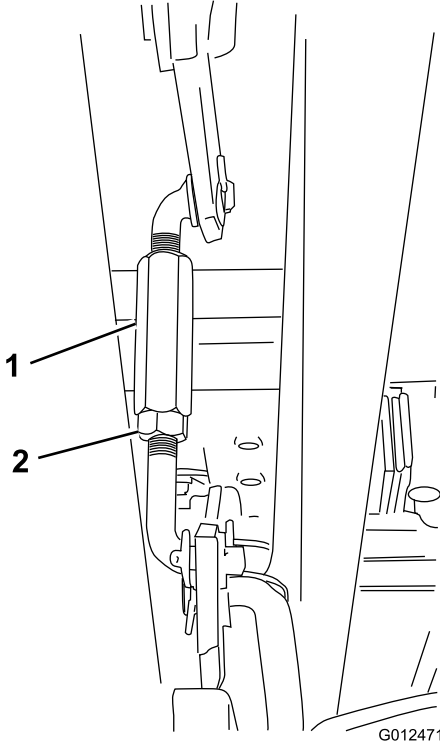

Bild 47
8. Lösen Sie die Klemmmutter am Ende der Spannschraube (an der rechten Seite der Maschine; siehe Bild 47) und stellen Sie die Spannschraube ein, bis der Abstand zwischen der vorderen Spitze des linken Messers und der flachen Oberfläche 55 mm beträgt.